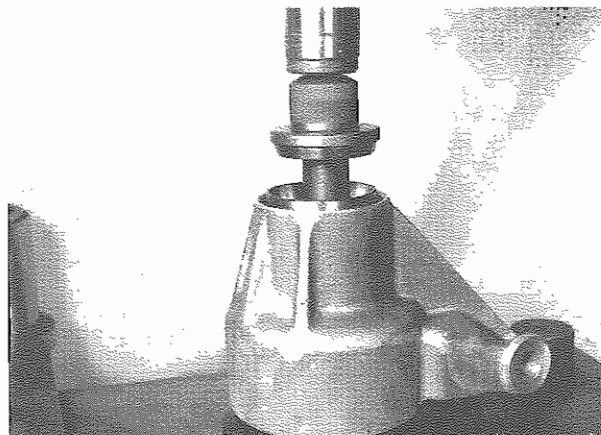

Fig. 14 - Tampone n. 9
- Montare gli anelli esterni dei cuscinetti a rulli con i tamponi n. 9, e la base di appoggio per portamozzo n. 8 (**Fig. 14**).
- Using pads No. 9 fit roller bearing outer rings and hub holder face No. 8 (**Fig. 14**).